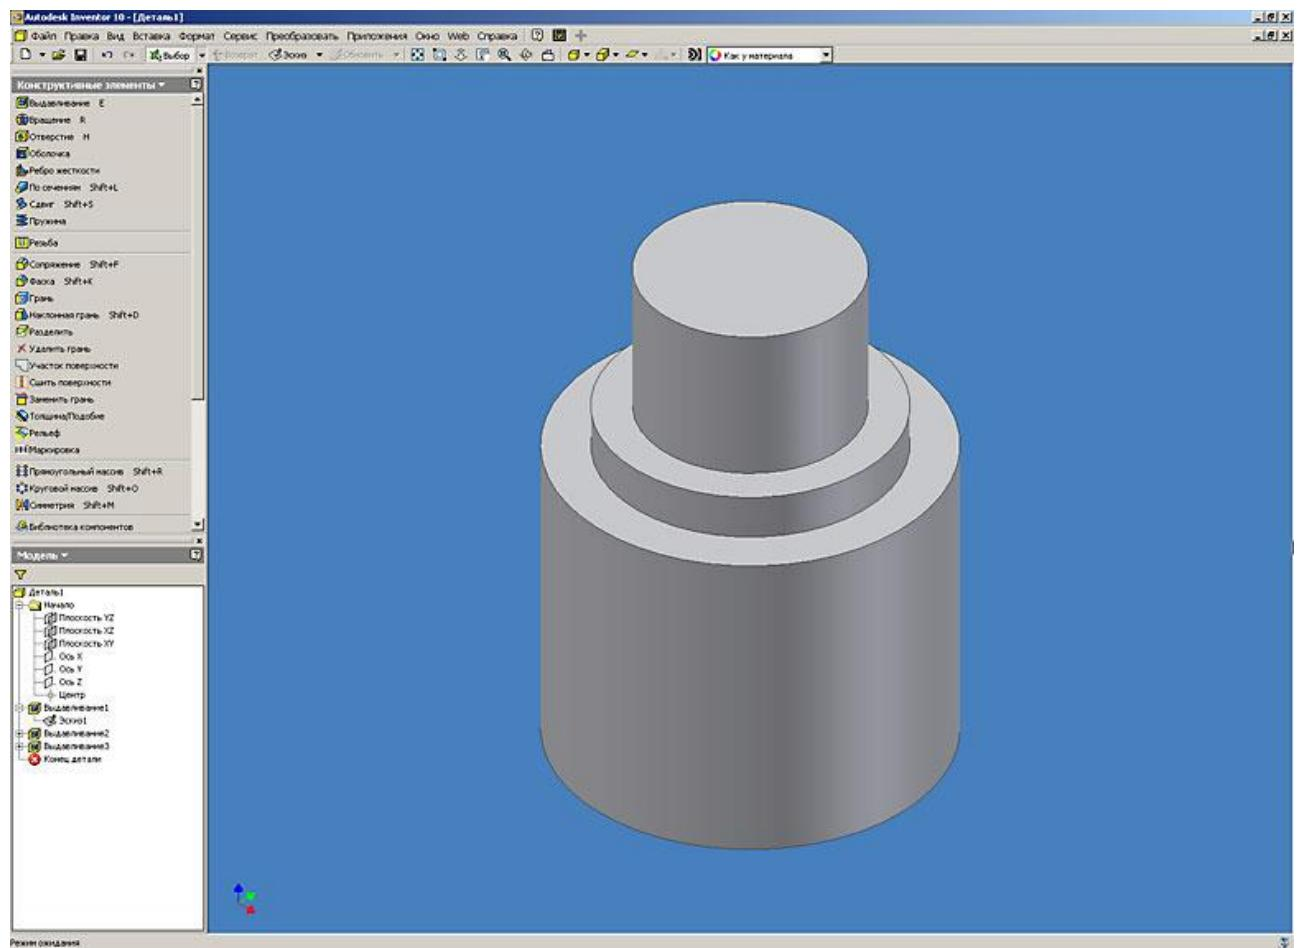

Рис. 7. Autodesk Inventor. Работа с конструктивными элементами (выдавлививание)
7. Аналогичным способом в соответствии с чертежом выполняем построение следующего конструктивного элемента (рис. 7).